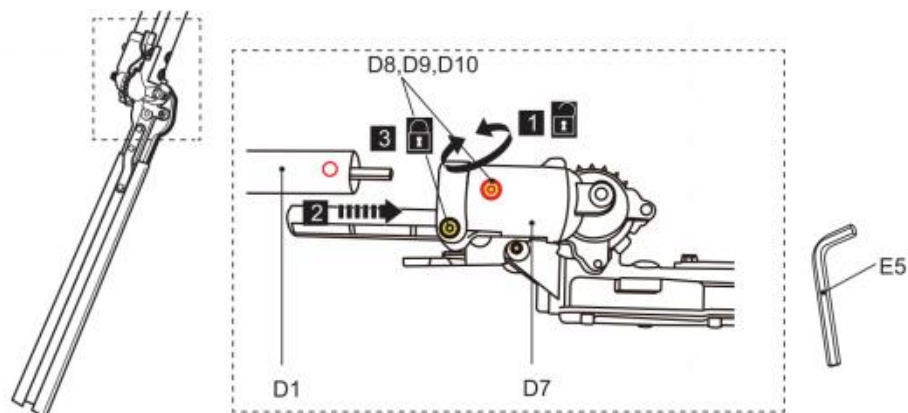

Fig. 20
1) Desserrez les boulons (D8) à l'aide de l'outil (E5) jusqu'à ce que le poteau inférieur (D1) puisse être inséré dans le support (D7) (Fig. 20, étape 1). Ne retirez pas les boulons (D8), les rondelles élastiques (D9) et les rondelles (D10) du support (D7).
2) Alignez et insérez le poteau inférieur (D1) dans le support (D7) en effectuant un mouvement de rotation jusqu'à la butée, jusqu'à ce que le trou de fixation soit aligné avec le boulon. Utilisez le repère fléché pour faciliter l'alignement. (Fig. 20, étape 2).
3) Serrez les boulons (D8) pour fixer le poteau inférieur en position (Fig. 20, étape 3).